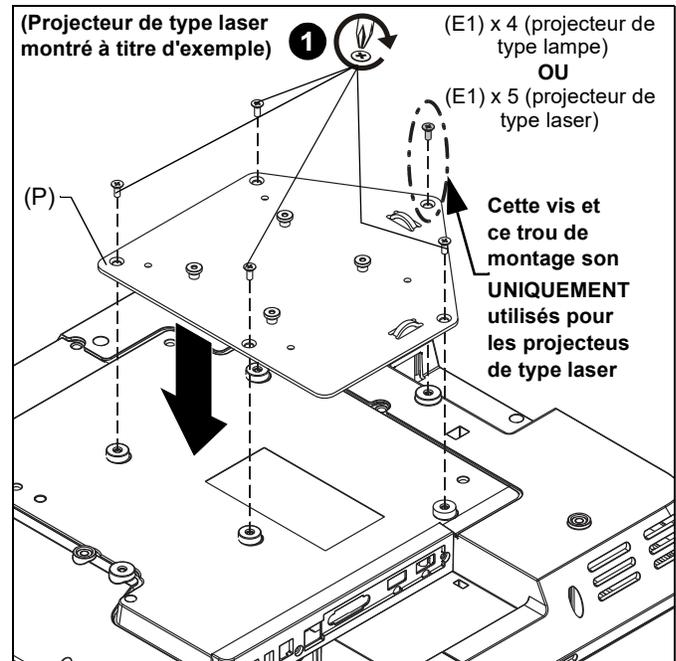

Figure 7
- Fixez la plaque d'adaptation (P) au projecteur en utilisant le nombre correct de fixations pour le type de projecteur. (Voir figure 7)